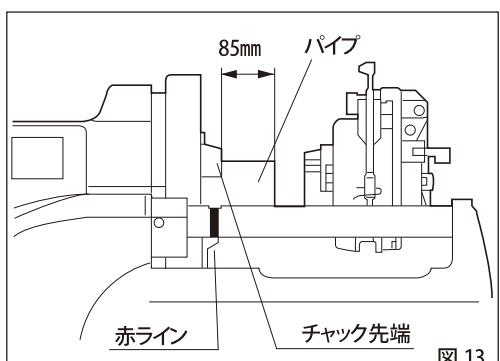

図 13
- ねじ加工するパイプをマシンに取付けます。マシンのチャック先端からパイプ端までの長さは85mm以上にして取付けてください (65Aは95mm以上)。(図13)